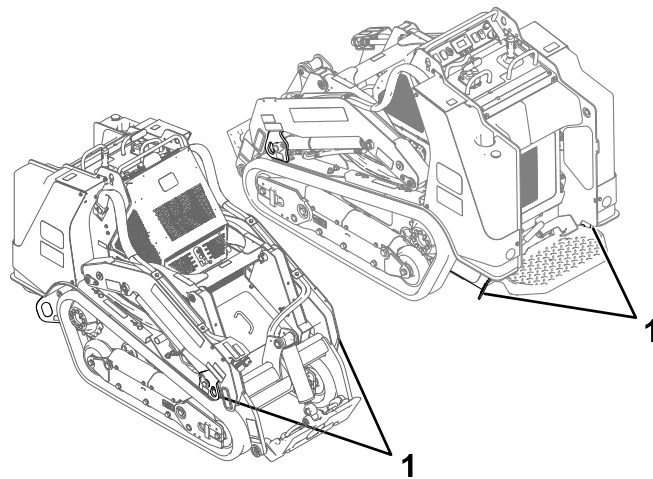

Figura 29
8. Utilize os pontos de fixação de metal na máquina para prendê-la com segurança ao atrelado ou camião com cintas, correntes, cabo ou cordas (Figura 29). Consulte os regulamentos locais para obter os requisitos de fixação.